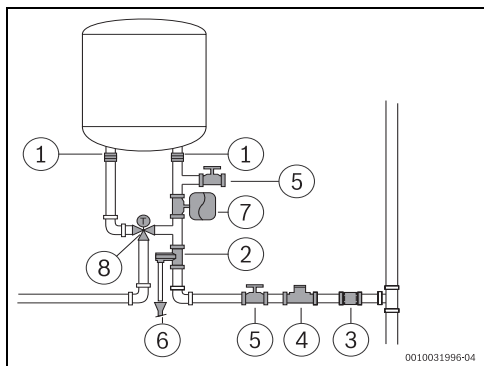

Fig. 14
- Se recomienda instalar una válvula termostática (Fig. 14, [8]) en el tubo de descarga del aparato si se utilizan tubos PEX. Ajustarla para cumplir con el rendimiento del material usado.
- No instalar nunca accesorios (diferentes a los que se muestran en la fig. 14) entre la válvula de seguridad y la entrada de agua fría (lado derecho) del aparato.
- Instalar un reductor de presión (fig. 14, [4]). La válvula de seguridad se activará siempre que la presión de agua dentro del aparato se sitúe por encima de 8 bar (± 1 bar), por lo que será necesario planificar una forma para vaciar esta agua.
- Instalar un vaso de expansión (fig. 14, [7]) para impedir que la válvula de seguridad se abra con tanta frecuencia. El volumen del vaso de expansión debería ser equivalente al 5 % del volumen del aparato.